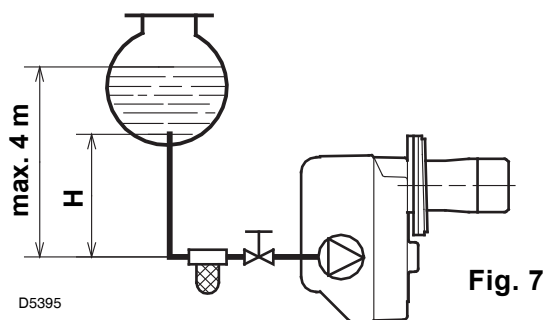
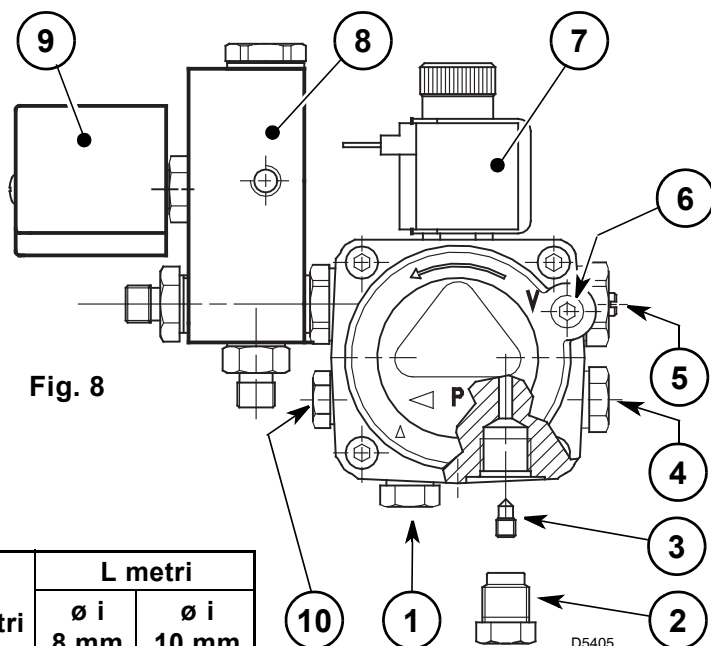

Fig. 7
Fig. 8
- La pompa è predisposta per funzionamento bi-tubo. Per il funzionamento monotubo è necessario svitare il dado di ritorno (2), togliere la vite di by-pass (3) e quindi riavvitare il dado (2), (vedi fig. 8).
Nell'impianto di fig. 7 è sufficiente allentare l'attacco del vacuometro (6, fig. 8) ed attendere la fuoriuscita del combustibile.